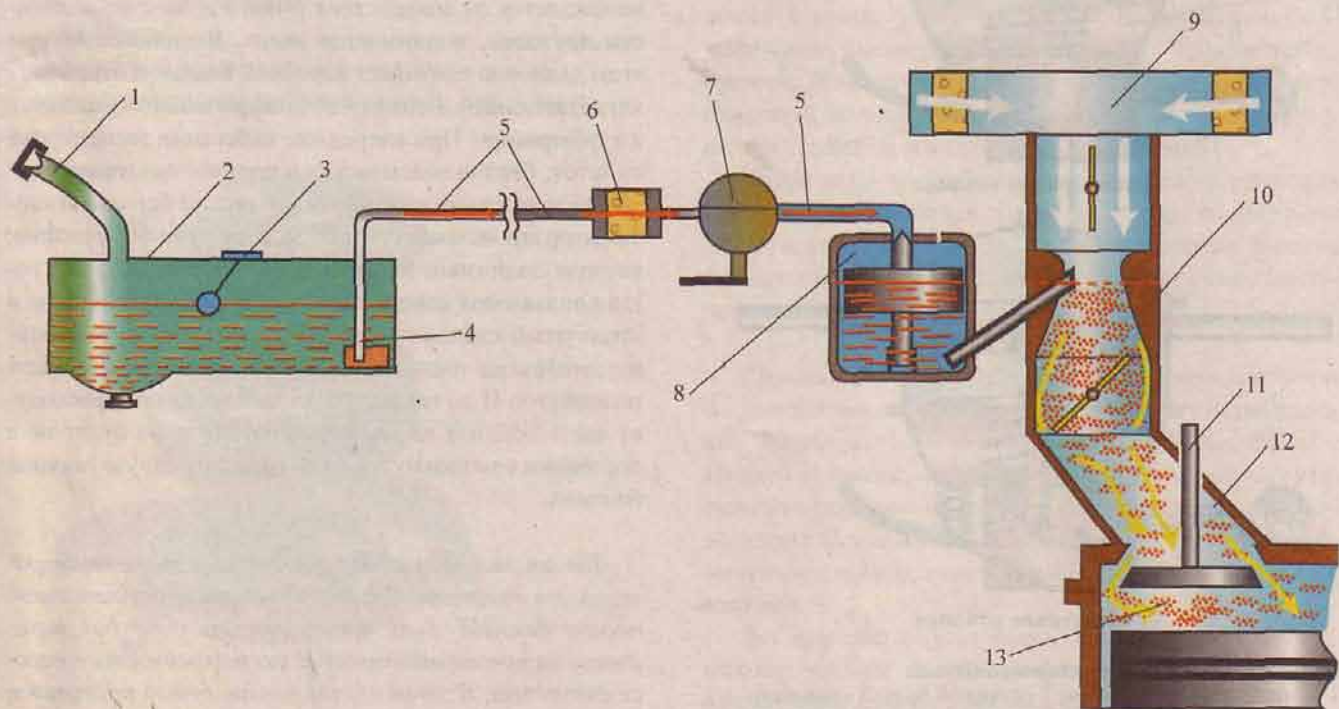

Рис. 13 Схема расположения элементов системы питания
**Система питания** (рис. 13) состоит из:
При движении поршня в цилиндре от верхней мертвой точки к нижней (такт впуска), над ним создается разрежение. Поток воздуха с улицы, через воздушный фильтр и карбюратор, устремляется в освободившийся объем цилиндра (см. рис. 13).